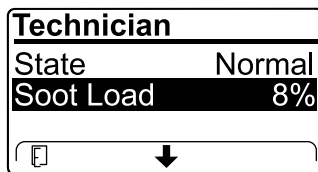

Figura 27
- Vea la carga de hollín que se mide como porcentaje de hollín en el DPF (Figura 27); consulte la tabla de carga de hollín.